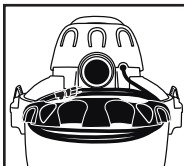

FIGURA 24
46. Antes de almacenar su aspiradora, deberá vaciar y limpiar el depósito. Puede enrollar el cable eléctrico alrededor de las envolturas de cable provistas en la tapa del depósito en la parte posterior de la unidad. **FIGURA 24.**